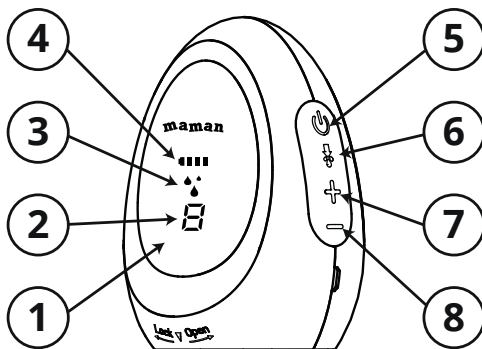

Рисунок 2
### 3.2. Основные элементы управления и индикации блока управления указаны на рис. 2
5.2.8. Подключите адаптер к электрической сети (рис.7). Автоматически начнется зарядка аккумулятора, индикатор уровня заряда (4, рис. 2) отобразится на дисплее: при зарядке индикатор мигает, при полном уровне заряда индикатор горит постоянно.
6.5. Нажмите кнопку включения молокоотсоса (5, рис.2) для начала сцеживания.
6.6.2.2. Процесс сцеживания начнется автоматически, через 90 секунд, после включения молокоотсоса. На дисплее дополнительно отобразится индикатор включения режима сцеживания (3, рис.2).
- Какой бы уровень стимуляции не был установлен, процесс сцеживания начнется автоматически через 90 секунд с 1 уровня. Для принудительного включения стимуляции можно использовать кнопку (6, рис.2).
6.6.2.4. Выключите молокоотсос, нажав кнопку включения/выключения (5, рис.2).